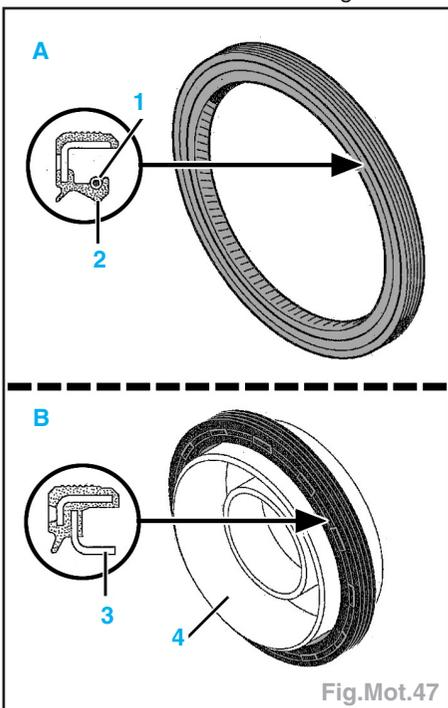

Fig.Mot.47
- 1er type (**A**) : joint en élastomère équipé d'un ressort (**1**) (Fig.Mot.47) et d'une lèvre d'étanchéité en «**V**» (**2**). Ce type de joint se repose sur l'arbre à cames, intervalle de la lèvre préalablement graissée, à l'aide d'un mandrin de diamètre approprié, et